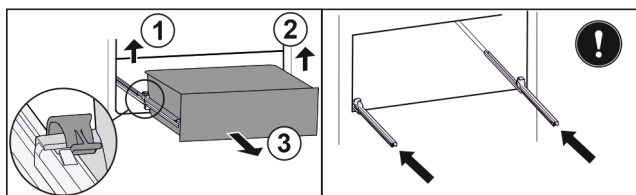

Fig. 43
- ▶ 提起左侧夹子，同时将抽屉左侧向前拉。 Fig. 43 (1)
- ▶ 提起右侧夹子，同时将抽屉右侧向前拉。 Fig. 43 (2)
- ▶ 朝前取出抽屉。 Fig. 43 (3)